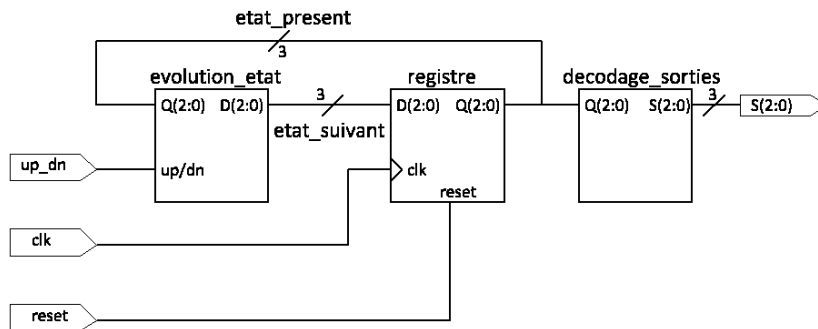

FIGURE 3.2 – Schéma de principe du compteur décompteur
- **Réaliser** le circuit *compteur_decompteur* à partir des entités *evolution_etat*, *registre* et *decodage_sorties* selon le schéma de la figure 3.2.